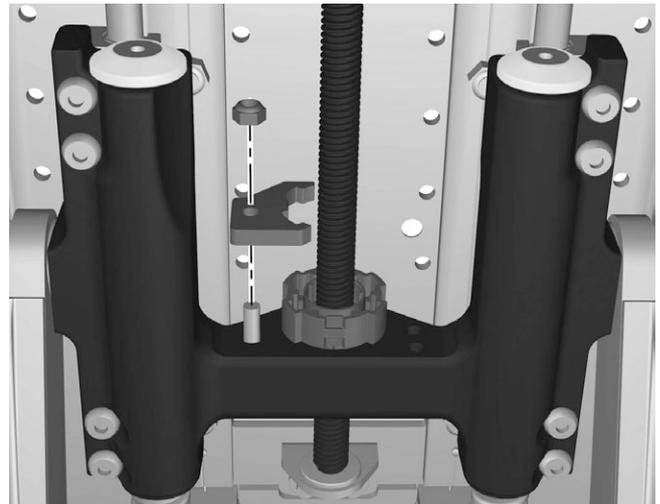

Abbildung 105. Muttersicherung montieren
3. Muttersicherung montieren Mutter etwas lösen, damit die Sicherungsmutter richtig passt. Die Mutter soll nicht vollständig an der Oberfläche anliegen. Siehe Abbildung. 105.